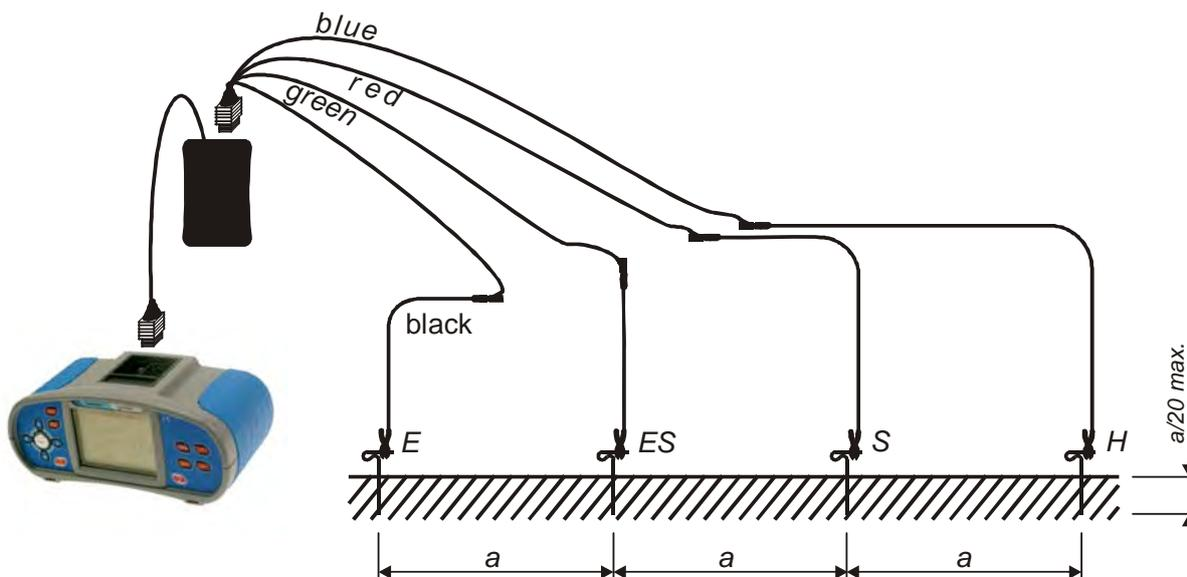

Abb. 5.34: Spezifische Erdwiderstand- Prüfung mit dem ρ -Adapter
- Schließen** Sie den **ρ -Adapter** an die Prüfsonden an (siehe Abb. 5.34)